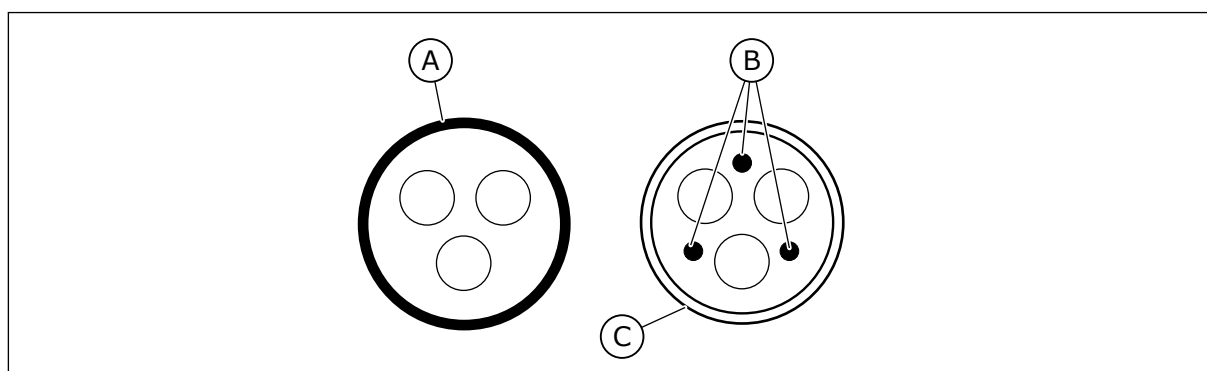

Fig. 36: Câbles avec conducteurs PE
2. Un câble d'alimentation symétrique doté d'un fil de protection concentrique. Un câble pour la tension secteur spécifiée. Nous recommandons un câble MCMK. Voir Fig. 36.
3. Un câble d'alimentation symétrique doté d'un blindage compact à faible impédance. Un câble pour la tension secteur spécifiée. Nous recommandons un câble MCCMK, ou un câble EMCCK. Nous recommandons que l'impédance de transfert du câble (1...30MHz) se situe à un maximum de 100 mΩ/m. Voir Fig. 36. * = Pour le niveau CEM C2, il faut disposer d'une mise à la terre à 360° du blindage avec presse-étoupe à l'extrémité moteur.